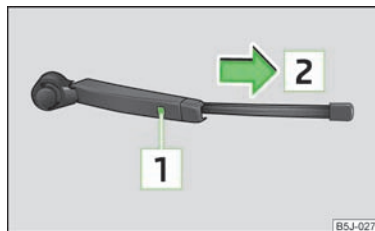

Fig. 33
- Afaste o braço do limpavidros do vidro e coloque a escova em ângulo recto relativamente ao braço » Fig. 33.